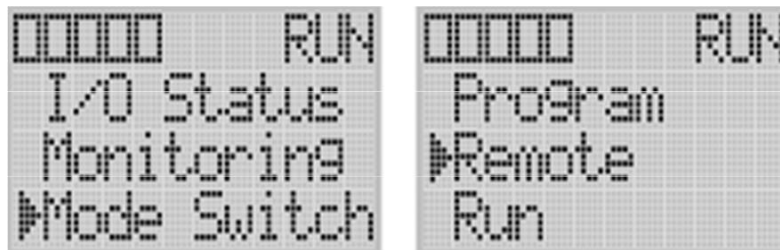

Figura 17. PLC en modo remote
- h) Ir al icono REMOTE PROGRAM y seleccione el modo RUN y permita que el programa corra en el PLC. (Presionando Si en la ventana emergente). **Nota:** para realizar estos pasos se debe verificar que el PLC esté en modo REMOTE, para esto ir al menú *Mode switch* en el display del PLC Micrologix 1100. **Nota:** para verificar que el PLC se encuentre en modo *remote*, diríjase al menú del PLC en la opción *Mode Switch* y se desplegará la ventana indicada en la Figura 17